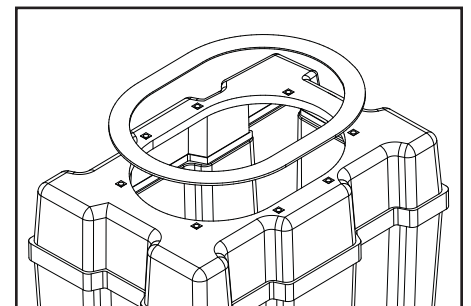

Figure 1: Ajouter la bague d'étanchéité du couvercle au réservoir
2. Appliquer la bague d'étanchéité sur le dessus du réservoir, à l'extérieur de l'ouverture. (Voir la Figure 1)